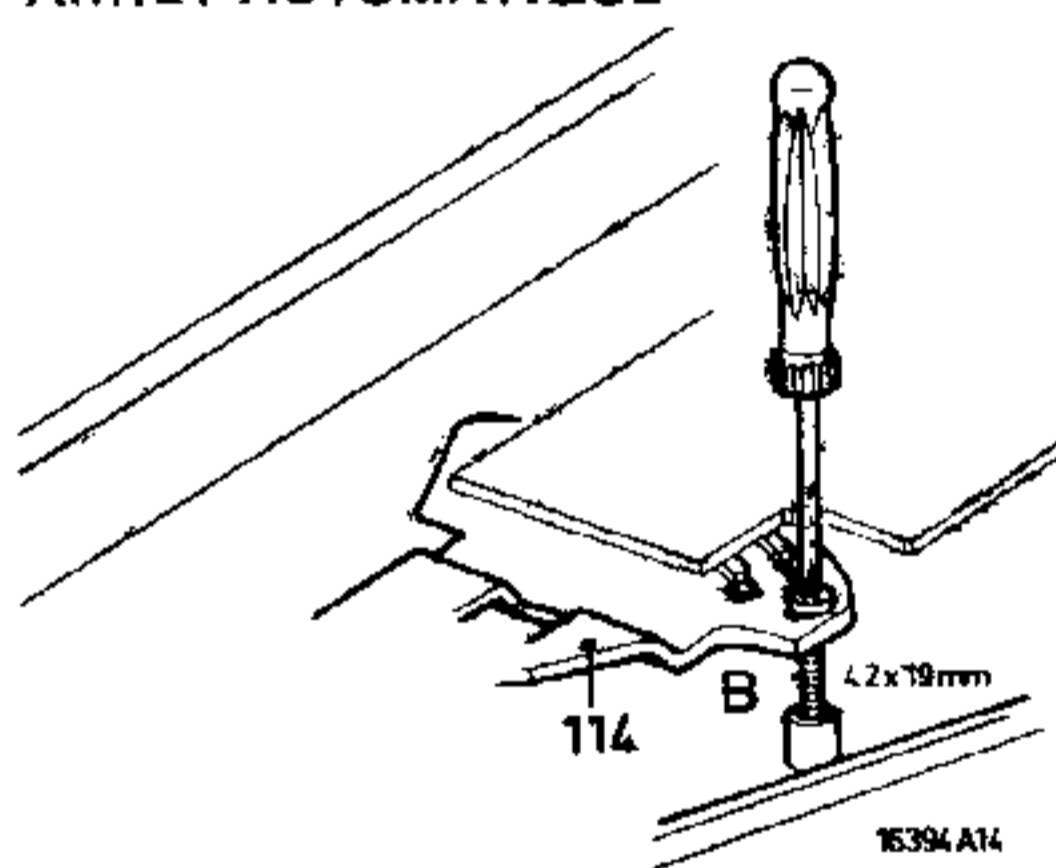

Fig. 7
3. Adjusting the automatic stop (Fig. 7)
### 3. Instelling automatische afslag (Fig. 7)
### 3. Einstellung der Arretierungautomatik (Fig. 7)
### 3. Réglage de l'arrêt automatique (Fig. 7)
**3. Justering av automatiskt stopp (Fig. 7)**